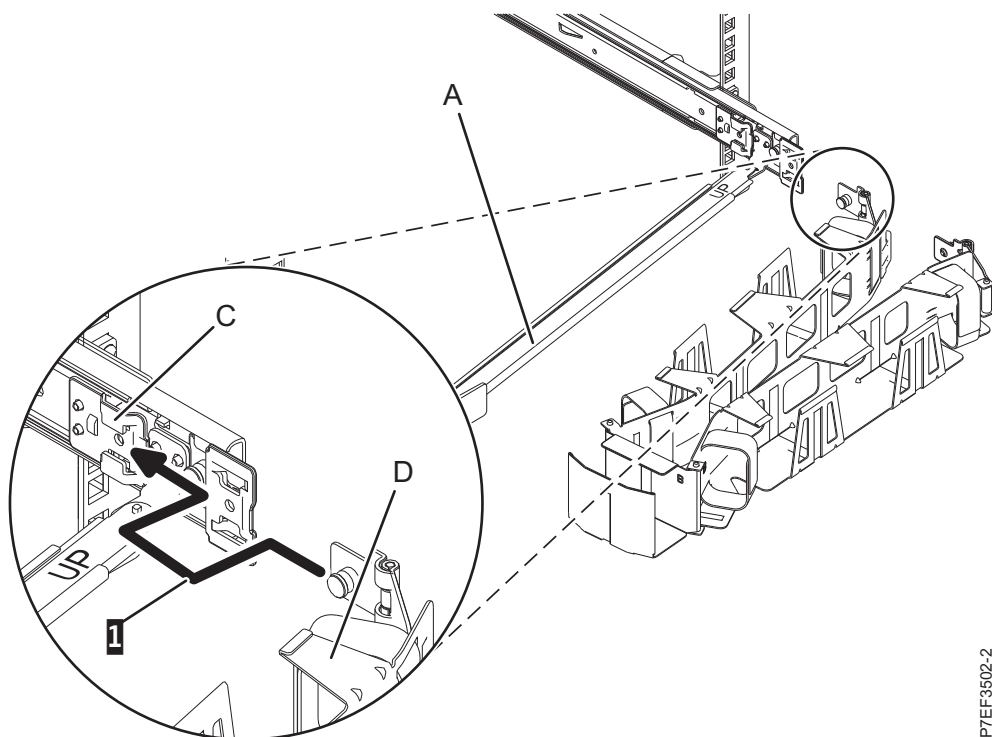
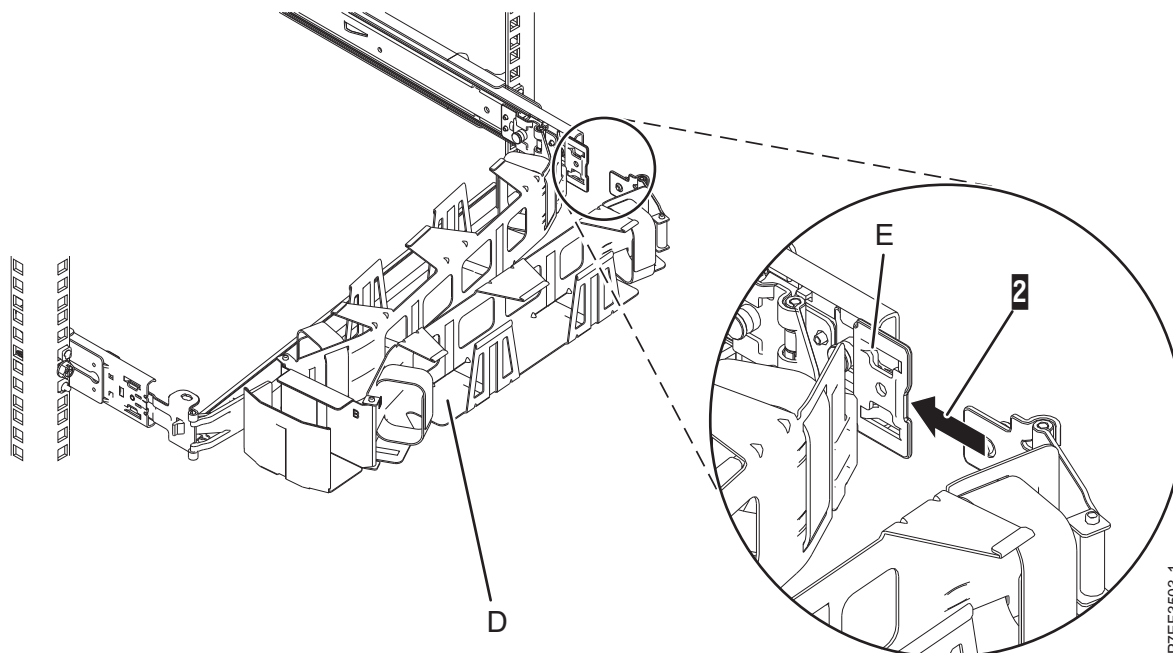

図 15. ケーブル・マネジメント・アームのタブを取り付け金具のスロットにスライドさせて取り付ける
図 16. ケーブル・マネジメント・アームの残りのタブを拡張ブラケットにスライドさせて取り付ける
7. ケーブル・マネジメント・アーム (D) をサポート・アーム (A) の上に置きます。最初のケーブル・マネジメント・アームのタブを、取り付け金具 (C) のスロットに滑り込ませます。バネ仕掛けのラッチが所定の位置に収まるまで、タブを押し込みます。もう一方のケーブル・マネジメント・アームのタブを、右側のスライド・レールの外側の拡張ブラケット (E) に滑り込ませます (2)。バネ仕掛けのラッチが所定の位置に収まるまで、タブを押し込みます。詳しくは、図 15 および 12 ページの図 16 を参照してください。